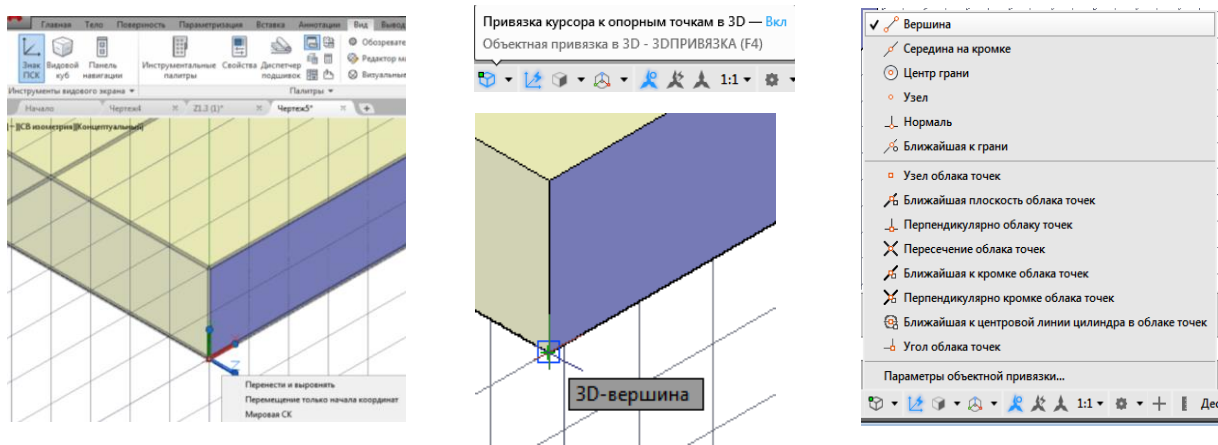
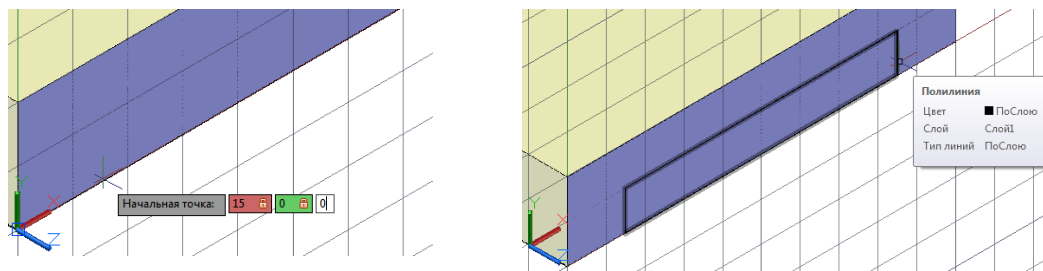

Рисунок 78. Установка системы координат и привязки для построения полилинии
Рисунок 79. Построение полилинии
**Вторая операция – Полилиния.** Полилинию нужно построить на передней грани плиты. Т. к. построения 2D геометрических элементов в AutoCAD происходят только в плоскости XY, нужно изменить систему координат на пользовательскую ПСК, повернув ось Y вокруг оси X на 90°. Для того, чтобы привязаться к передней поверхности грани плиты, включить 3D объектную привязку Вершина (рисунок 78). После чего выполнить командой полилиния контур выреза в плите (рисунок 79).